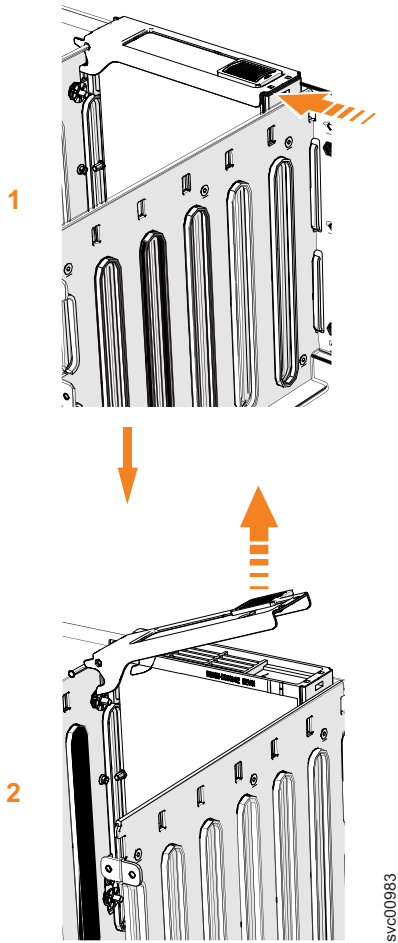

Abbildung 112. Laufwerkbaugruppe entfernen
5. Schieben Sie den Entriegelungshebel (**1**) nach vorne (siehe Abb. 112 auf Seite 129).
6. Heben Sie den Griff (**2**) an, um den Laufwerkswagen von der Trennwand zu entriegeln (siehe Abb. 112). Stellen Sie sicher, dass die Spitze an der Unterseite der Verriegelung vollständig ausgekuppelt ist.